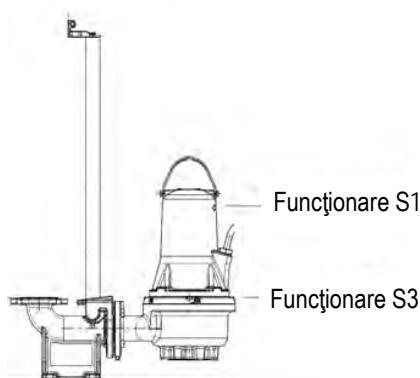

Fig. 2 Niveluri de oprire
- Exploatare S1** (exploatare continuă), pompa trebuie să fie întotdeauna acoperită de lichidul pompat până la partea superioară a motorului. Vezi fig. 2.
- Exploatare S3** (exploatare intermitentă), pompa trebuie să fie mereu acoperită de lichidul pompat până la partea superioară a corpului pompei. A se vedea fig. 2 (doar pentru versiuni nu antiexplozive).